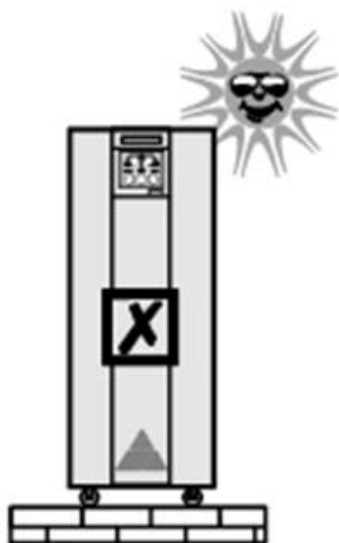

Рис. 5
3. Не устанавливайте ИБП под прямыми солнечными лучами, а также в грязных, влажных местах (Рис. 5,6).